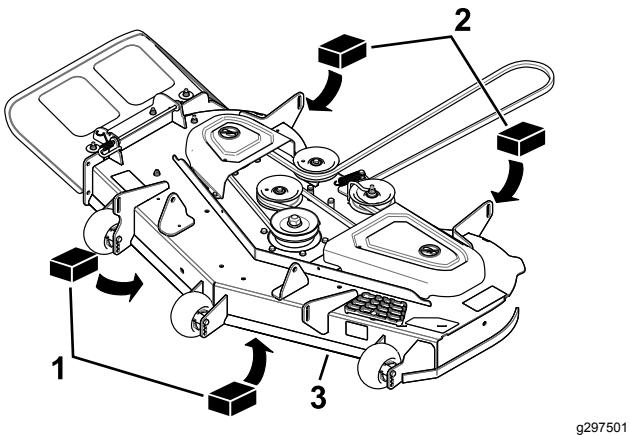

Figure 73
- Placez 2 cales de 6,6 cm d'épaisseur chacune sous chaque côté du bord avant du plateau de coupe, mais pas sous les supports des galets anti-scalp (Figure 73).
- Placez deux cales de 7,3 cm d'épaisseur chacune sous le bord arrière de la jupe du plateau de coupe, une de chaque côté (Figure 73).